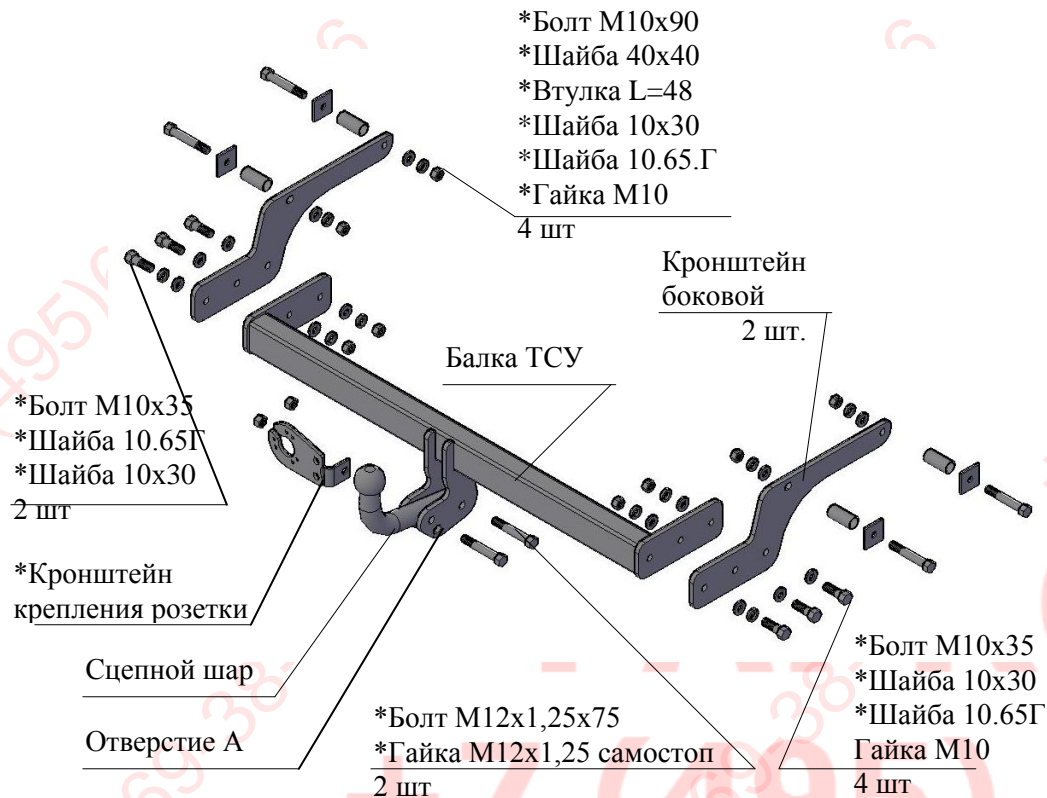

Рис.1 Тягово-сцепное устройство ТСУ 9011 Рено Logan. 2
2.1 ТСУ 9011 в сборе (рис.1)	1 шт.
2.2. Пакет комплектующих (рис.1)